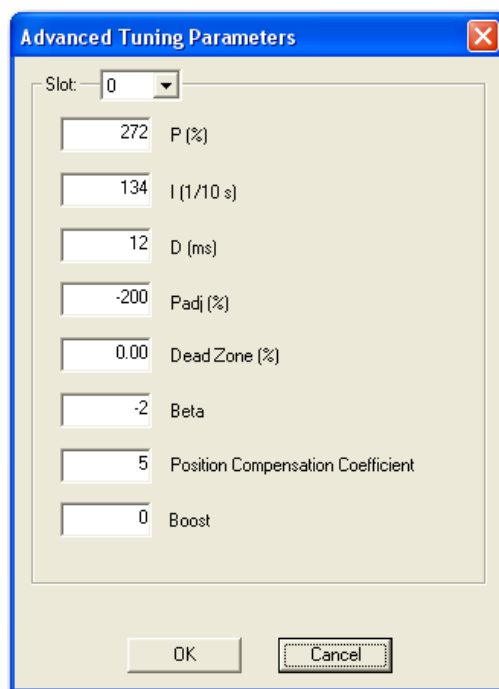

图 38 高级参数
1. 单击**高级参数** (Advanced Parameters) ，出现图 38 所示对话框。